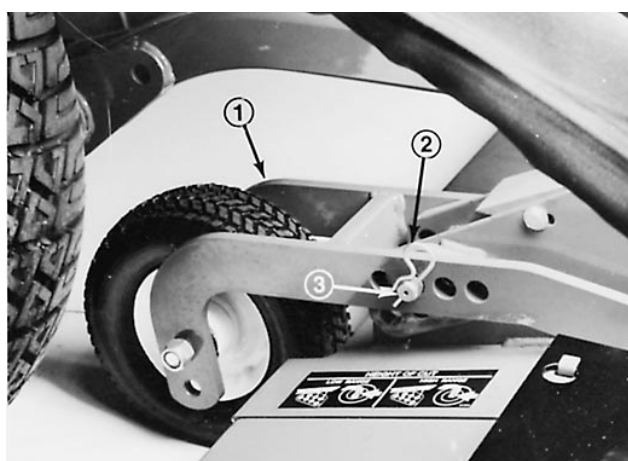
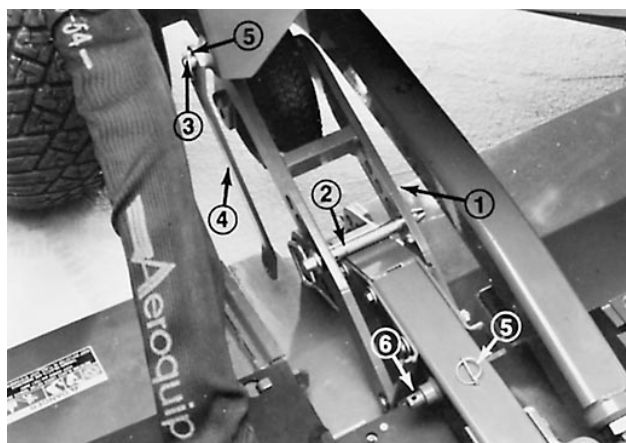

Figure 57
Figure 58
3. Enlever les goupilles fendues et les axes de chape des (2) ensembles roues pivotantes (Fig. 57). Mettre l'axe de chape gauche de côté et introduire l'axe de chape droit dans les orifices avant du bras pivotant, à droite de l'unité (Fig. 58). Le bras pivotant et l'axe de chape doivent être en appui en haut de l'unité.
5. Poser la biellette d'inclinaison de l'unité sur l'assemblage soudé à droite du groupe de déplacement et la fixer avec un cliquet. Positionner une biellette de manière à éviter tout contact quand l'unité de coupe est relevée. Garder l'autre cliquet à portée de main pour fixer l'autre extrémité de la biellette à l'assemblage soudé du bras de l'unité de coupe (Fig. 58).